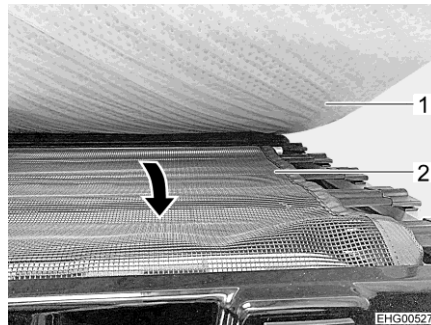

Fig. 41 Rete protettiva
- Sfilare la rete protettiva (Fig. 41,2) sotto il materasso (Fig. 41,1) e tenderla sopra l'apertura di ingresso.